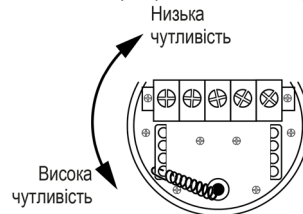

Рисунок 5.2 – Налаштування чутливості
2. Переставити пружину на один з отворів кріпильної скоби, керуючись *рисунок 5.2*.